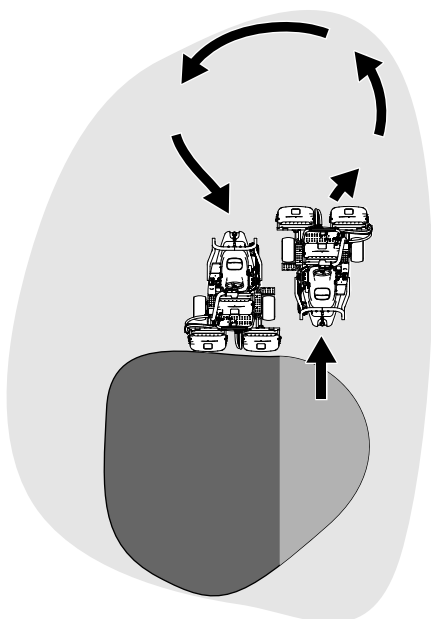

Figura 27
- Para ganar tiempo y facilitar la alineación correcta para la pasada siguiente, gire la máquina momentáneamente en la dirección opuesta, y luego gire hacia la parte que todavía no está cortada. Este movimiento es un giro en forma de lágrima (Figura 27), que permite alinear la máquina rápidamente para la pasada siguiente.